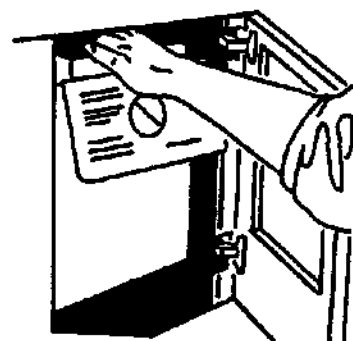

Рис. 5-2: Замена накопителя кассет.
1. Откройте и откройте дверцу на правой боковой панели (Рис. 5-2).